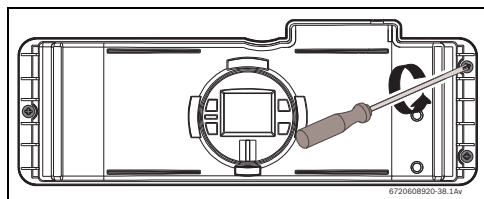
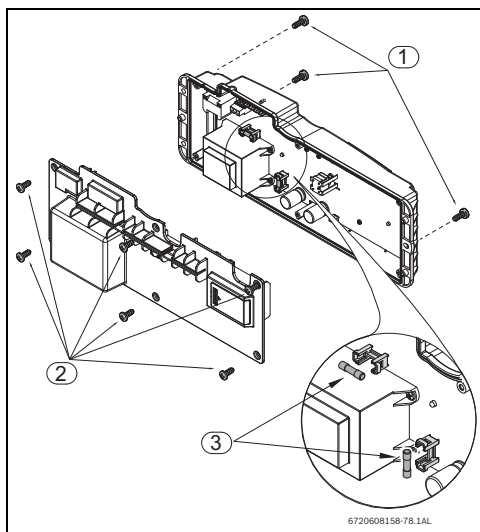

Fig. 54
Fig. 55 Ubicación de los fusibles
- Aflojar tres tornillos en la parte de lantera de la caja electrónica (Fig. 54 y Fig. 55, pos. 1).
- Sacar la caja electrónica para acceder a los seis tornillos en la parte posterior y retirarlos (Fig. 55, pos. 2).